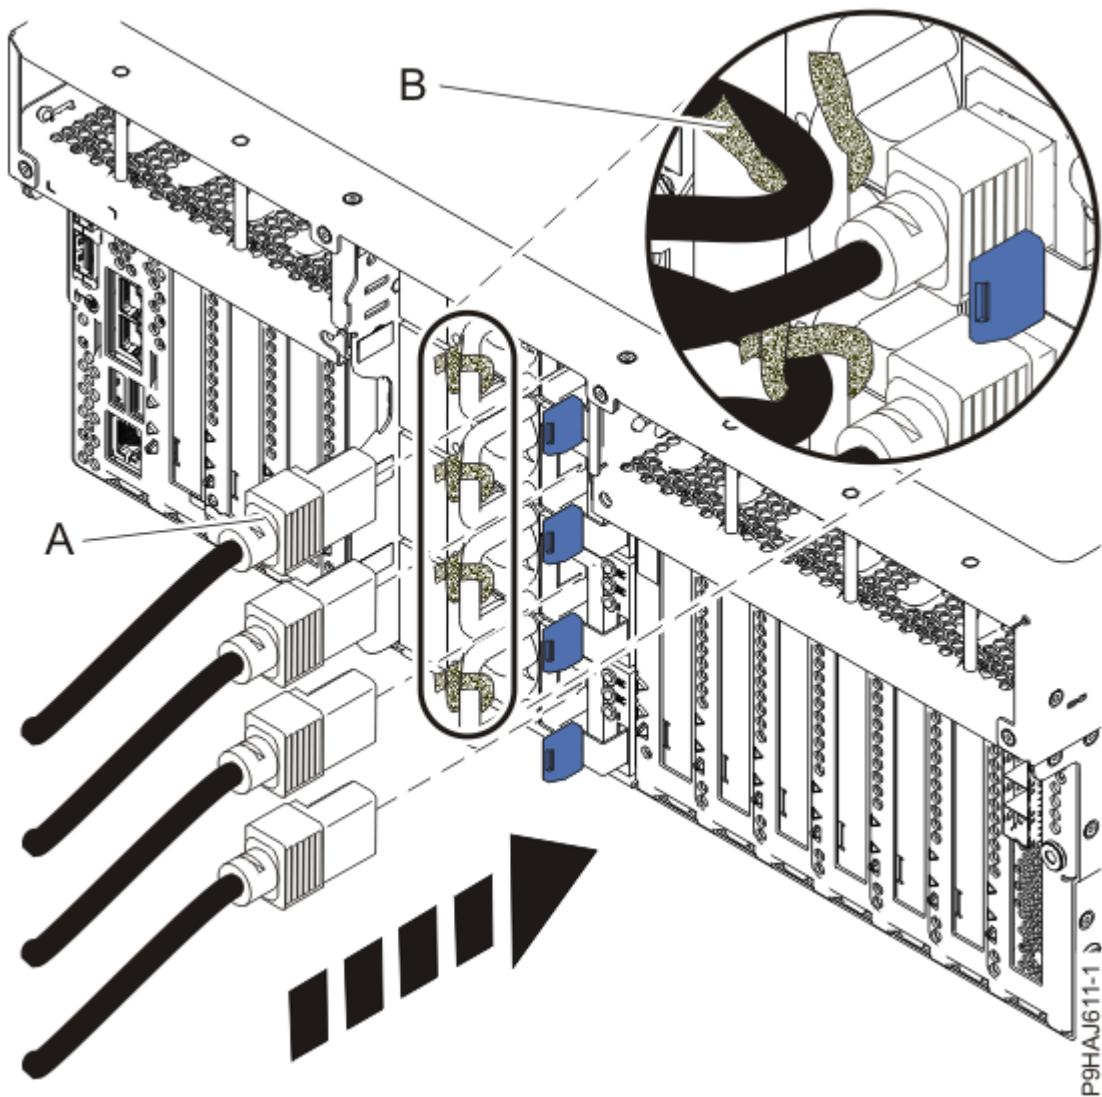

図 92. ラック・マウント型システムへの電源コードの接続
7. ラベルを使用して、電源コード (A) をシステム装置に再接続します。
- 面ファスナー (B) を使用して電源コード (A) をシステムに固定します (96 ページの図 92 または 97 ページの図 93 を参照)。